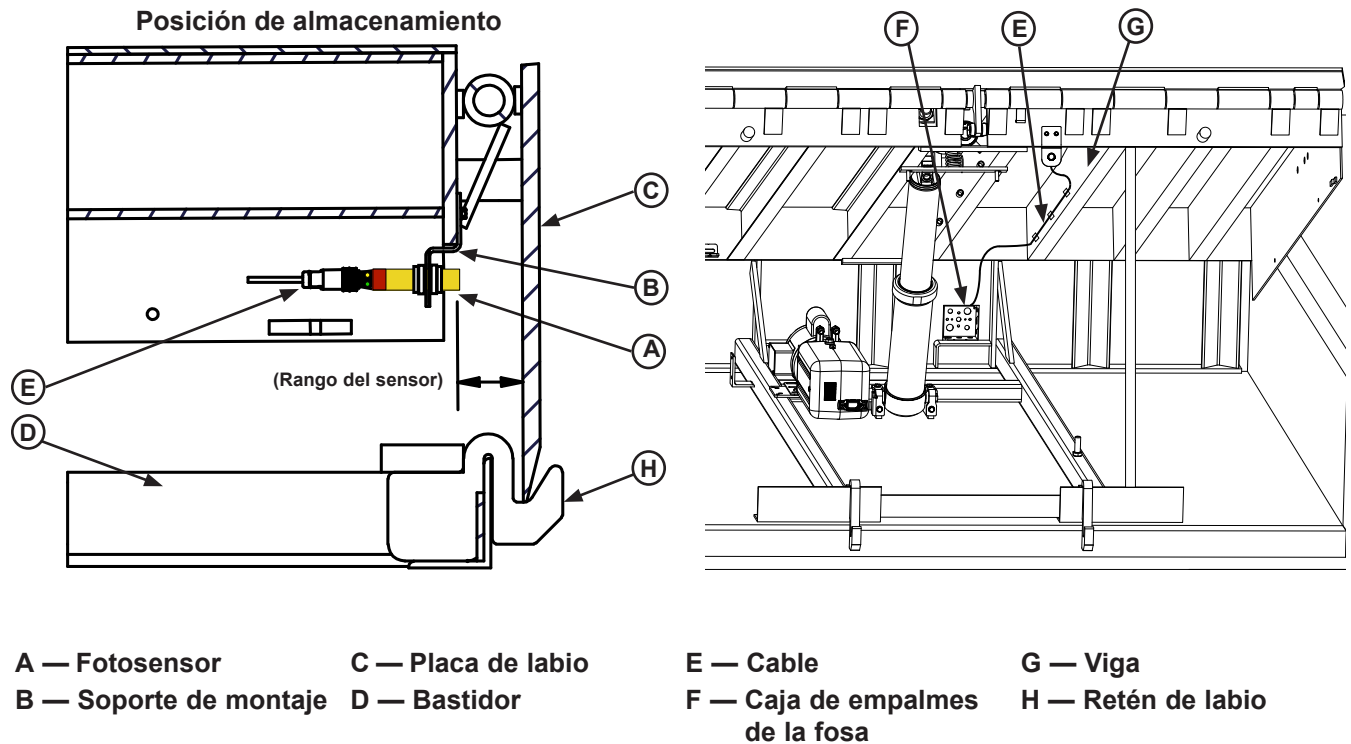

Figura 39
- Asegúrese de que el nivelador de muelle esté elevado y que esté colocado el apoyo de mantenimiento detrás de la placa de cabezal. Consulte la **Figura 39**.